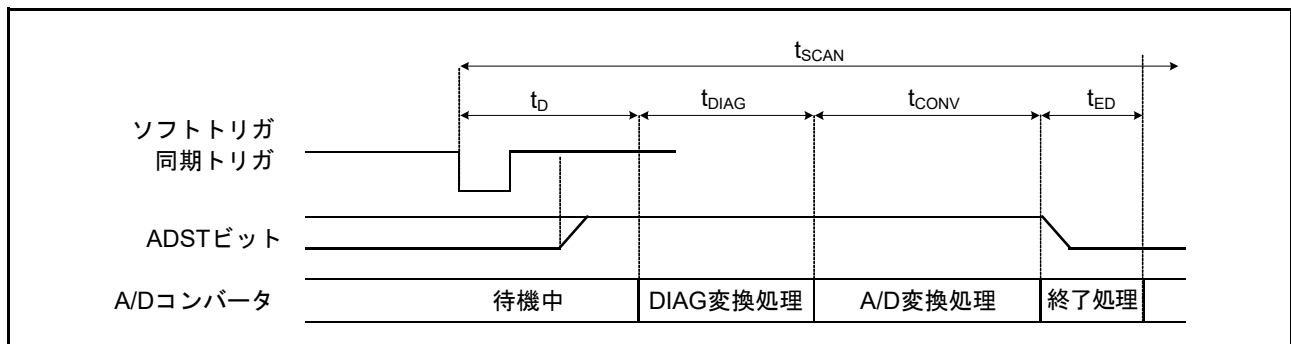
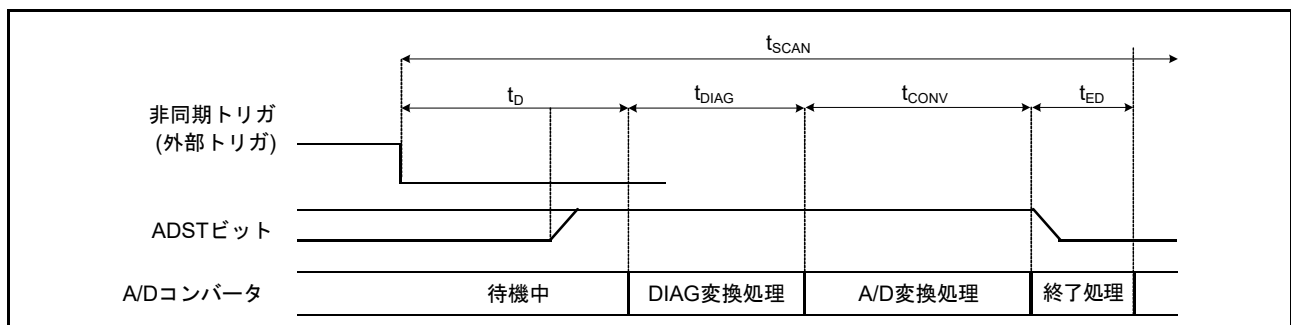

図 43.22 スキャン変換のタイミング(ソフトウェア起動、同期トリガ起動の場合)
図 43.23 スキャン変換のタイミング(非同期トリガ起動の場合)
図 43.22 にシングルスキャンモード、ソフトウェア起動と同期トリガ起動によるスキャン変換を行う場合のタイミングを示します。また、図 43.23 にシングルスキャンモード、非同期トリガ起動によるスキャン変換を行う場合のタイミングを示します。スキャン変換時間 (t_{SCAN}) はスキャン変換開始遅延時間 (t_D)、断線検出アシスト処理時間 (t_{DIS}) (注 1)、自己診断変換時間 (t_{DIAG}) (注 2)、A/D 変換処理時間 (t_{CONV})、スキャン変換終了遅延時間 (t_{ED}) を含めた時間となります。
- 注1. t_D 、 t_{DIAG} 、 t_{CONV} 、 t_{ED} の各タイミングについては図43.22、図43.23を参照してください。